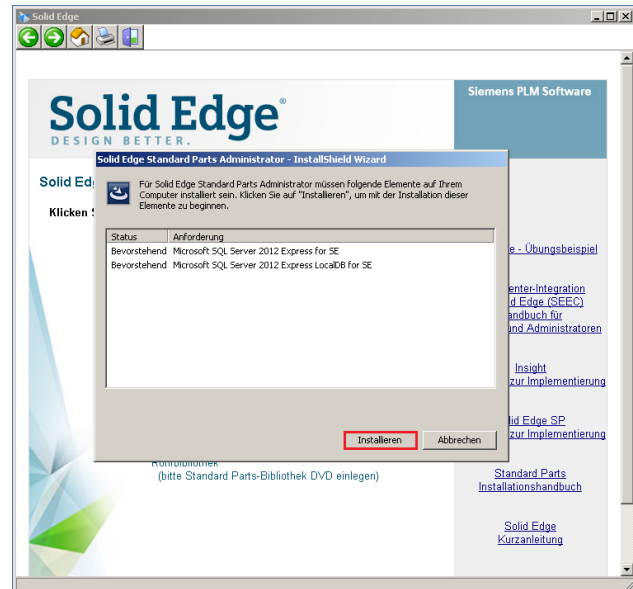

Abbildung 2
- 3.2. Im nächsten Schritt wird eine SQL-Datenbank auf dem Rechner installiert. Dieser Vorgang kann bis zu 30 Minuten dauern. Sollte schon eine kompatible SQL-Datenbank auf dem Rechner vorhanden sein, wird dieser Punkt automatisch übersprungen (Abb. 2).